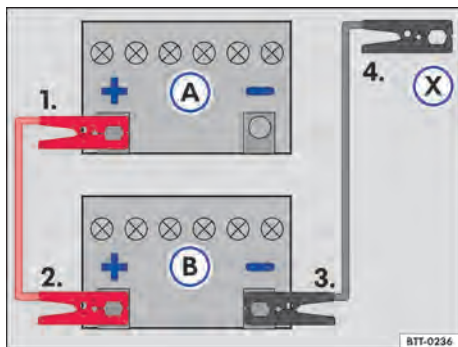

Fig. 198 Esquema para a conexão dos cabos auxiliares de partida: bateria do veículo descarregada (A) e bateria do veículo fornecedora de corrente (B).
Legenda para → Fig. 198:
- Conectar uma extremidade do cabo auxiliar de partida **vermelho** ao polo positivo → Fig. 198 (+) do veículo com a bateria do veículo descarregada (A) → ⚠️.
- Conectar a outra extremidade do cabo auxiliar de partida *vermelho* ao polo positivo (+) da bateria do veículo fornecedora de corrente (B).
- Conectar uma extremidade do cabo auxiliar de partida *preto* ao polo negativo (-) da bateria do veículo fornecedora de corrente (B).
- Conectar a outra extremidade do cabo auxiliar de partida *preto* (X) no veículo com a bateria do veículo descarregada em uma peça maciça de metal aparafusada firmemente ao bloco do motor ou no próprio bloco do motor - porém não nas proximidades da bateria (A) → ⚠.